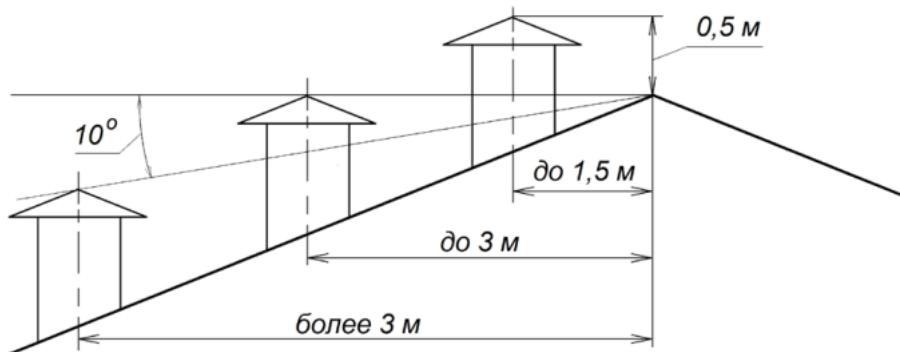

Рисунок 6. Варианты расположения дымовой трубы.
- высотой не менее 0,5 м, при расстоянии от конька крыши до трубы менее 1,5 м (см. рис. 6);